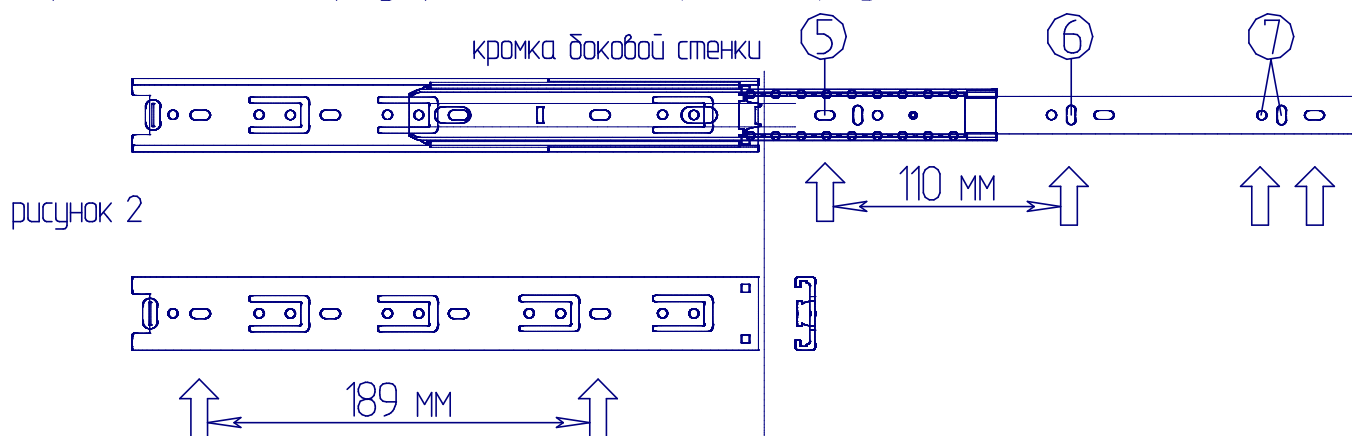

рисунок 2
2. Прикрепить направляющую к боковым стенкам ящика с помощью шурупов 3,5x13 через отверстия (5) и (6)* (рисунок 2)